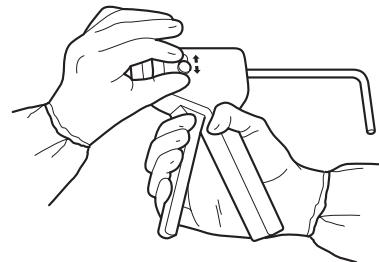

Abbildung 2
- Den Geschwindigkeitswähler nach hinten und dann entweder nach oben oder nach unten drücken, um die gewünschte Geschwindigkeit auszuwählen (Abbildung 2). Siehe *Zementappliziereinstellungen*.